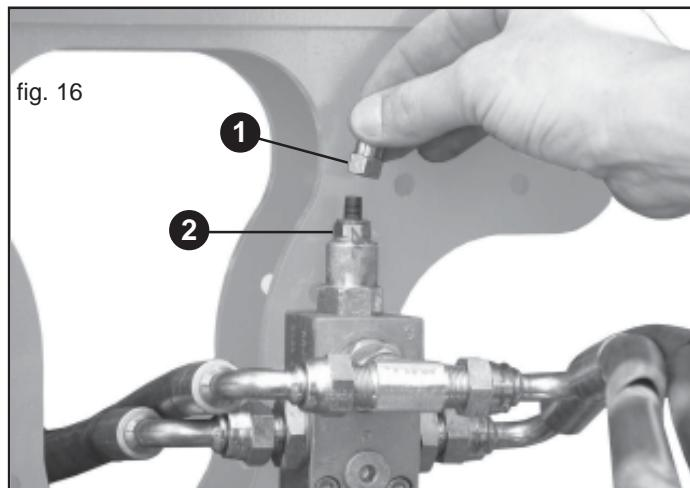

fig. 16
La instalación hidráulica de los bastidores laterales está dotada de una válvula (Fig. 16) que se calibra en función de las dimensiones del equipo con la presión máxima admitida en la instalación:
- 2) Desenroscar y quitar el tapón de la válvula (1, Fig. 16) y aflojar la tuerca (2).
- 5) Una vez terminada la regulación, apretar la tuerca (2, Fig. 16) e introducir el tapón de la válvula (1).